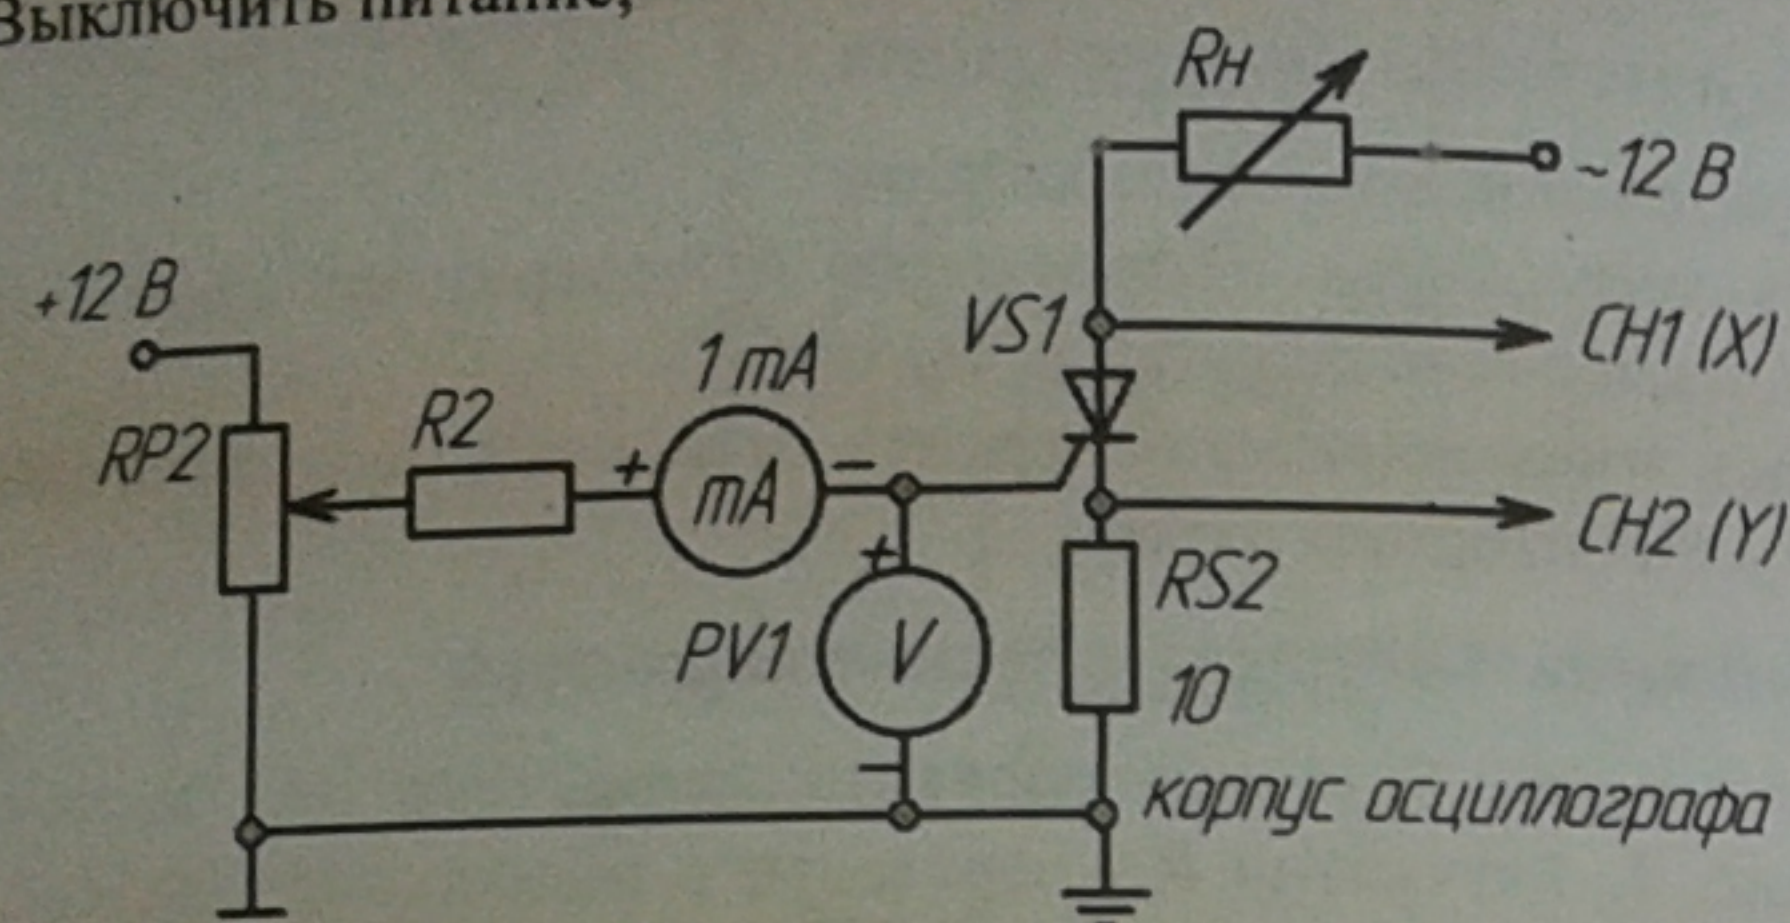

Рис. 2
- собрать схему для исследования тиристора на переменном токе для получения анодной ВАХ тиристора на экране осциллографа (рис. 2). Подать на вход $CH2$ (Y) осциллографа напряжение с шунта $RS2$, пропорциональное току в анодной цепи i_a , а на вход $CH1$ (X) – анодное напряжение тиристора u_a (при этом
г) используя схему, приведенную на рис.2, снять анодную ВАХ симистора при наличии импульсов от СИФУ, при этом используется выход VS3, подключаемый к управляющему электроду симистора. Для этого подключить входы осциллографа к соответствующим точкам схемы: вход канала CH1 (X) – к аноду симистора, канал CH2 (Y) – к катоду симистора (напряжение на симисторе), снимая тем самым ток